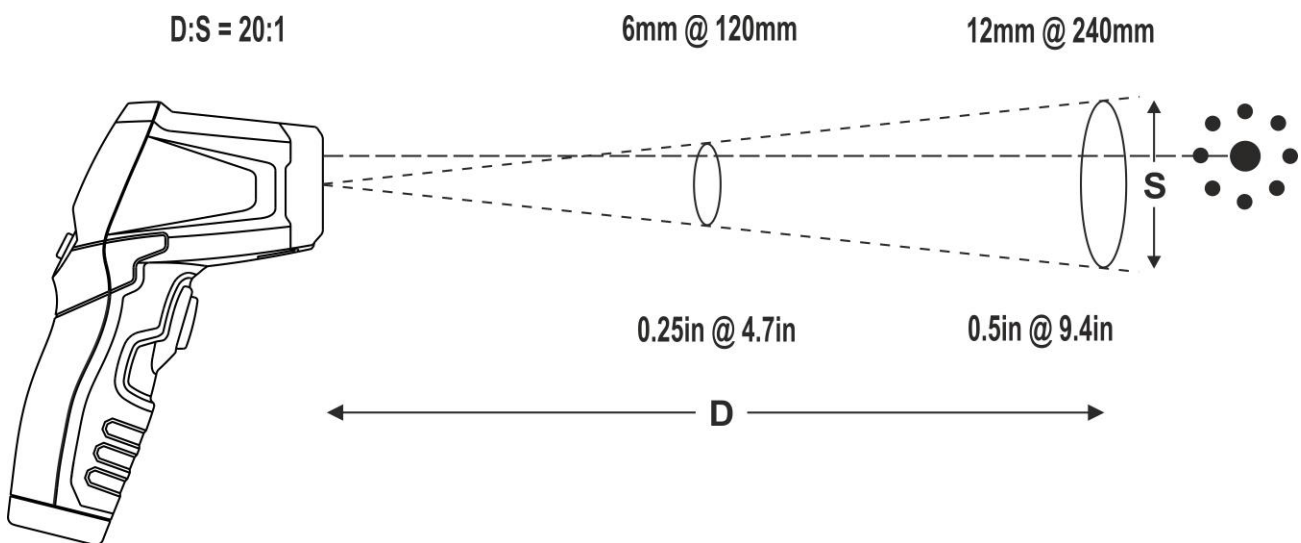

Fig. 4: Definición proporción Distancia / Punto de medida del instrumento (S)
5. Asegúrese de que el objeto en pruebas tenga una dimensión al menos igual al área del punto de medida (ver la Fig. 4). Mientras más pequeño es el objeto a medir, la distancia desde el mismo tendrá que ser menor (Ejemplo: si la distancia del objeto a medir es de 240mm, la superficie del objeto debe ser al menos igual a 12mm para una medida correcta de temperatura). **Si la precisión es importante asegúrese de que la dimensión del objeto sea igual a al menos dos veces el área del punto**